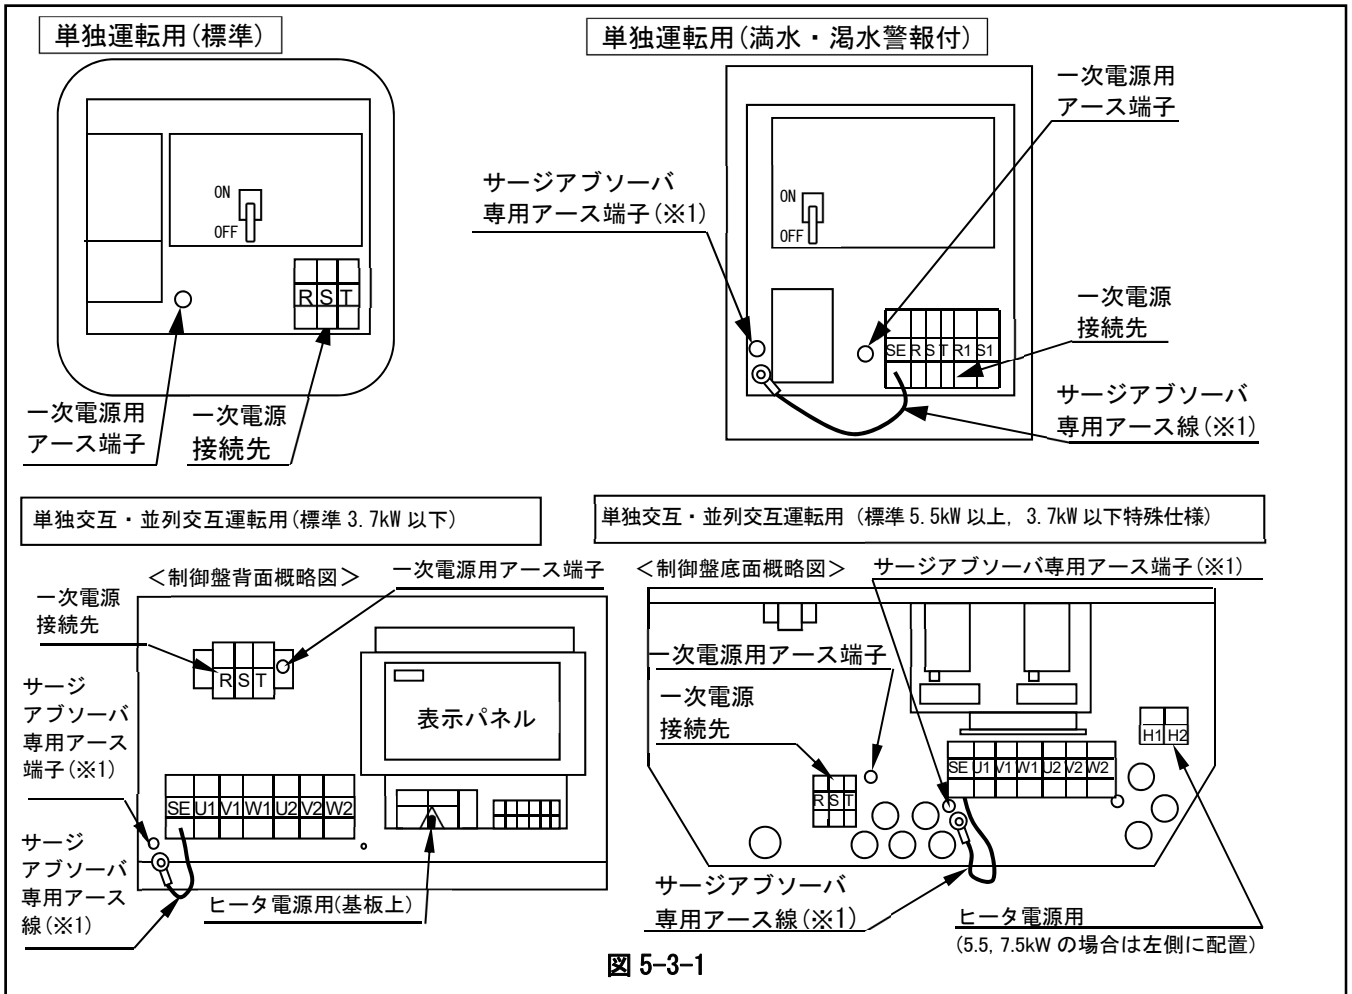
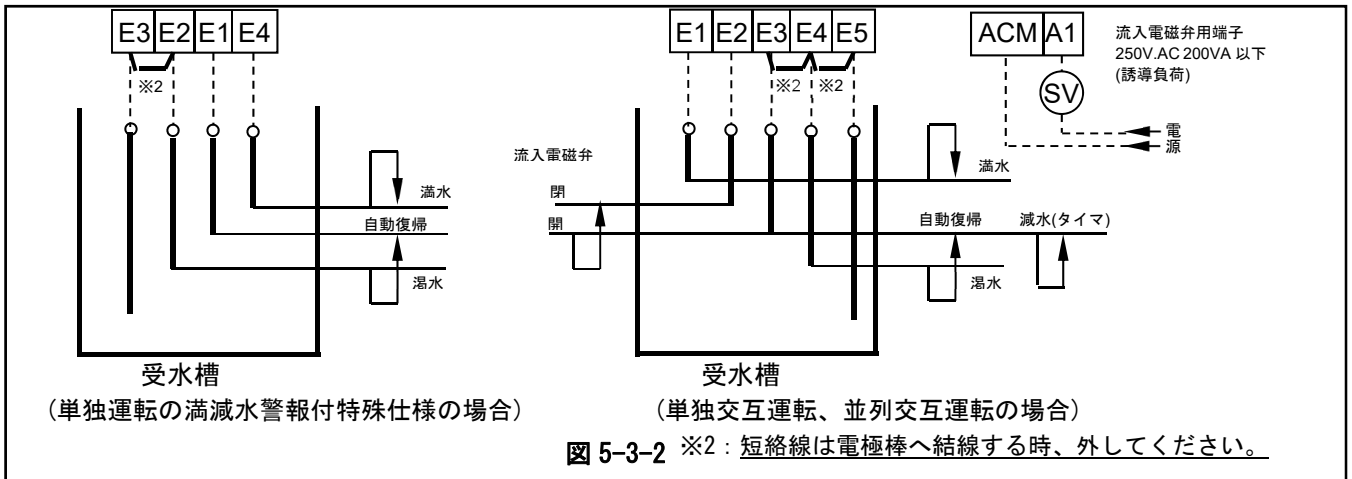

図 5-3-1
図 5-3-2 ※2: 短絡線は電極棒へ結線する時、外してください。
- (1) この給水装置は、主要部品（電動機、フロースイッチ、圧力センサまたは圧カスイッチ）の電気配線は行っていますが、一次電源は配線してありませんので、本項内の図、または制御盤内の結線図に従って行ってください。
- (2) 一次電源の配線の際は、一次電源のアース線を一次電源用アース端子に接続してください。単相機種及び三相0.4~1.1kW機種については、サーミアブソーバ専用アース線を、専用のアース端子に接続してください(次頁図 5-3-1※1)。電源端子台付近に結束バンド固定具が取り付けられている場合は、結束バンドを用いて、配線を強固に固定してください。
- (3) この給水装置は、一次電源側に開閉器(配線用遮断器又は漏電遮断器)が入っておりませんので、必ず取付けてください。
- (4) 開閉器を入れる前に次の点を調べてください。
- ① 遮断器（ヒューズ）は適切なものが入っているか。
- ② 配線は、間違いないか。
- ③ 接地（アース）は、確実に施工してあるか。
- ④ 電動機端子が、1本でも緩んだり、外れたりしていないか。緩んだり、外れた状態で運転されると欠相運転となり、電動機は焼損しますのでご注意ください。
- (5) 配線の際には、盤内端子接続部に引っ張りや無理な力がかからないよう対策してください。
- (6) 単独交互運転、並列交互運転の場合、及び単独運転の満減水警報付（特殊仕様）の場合、ポンプ空転防止のため、制御盤内に液面キットを内蔵してありますので、受水槽の電極との接続が可能です。配線は図 5-3-2 のように行ってください。また、単独交互運転、並列交互運転の場合、電極を 5 極にすることにより、流入電磁弁の開閉を行うことができます。流入電磁弁用端子を使用する時は、通電で「開」の電磁弁をご使用ください。ただし、流入電磁弁用端子は無電圧となっていますので電源をご用意ください。流入電磁弁を使用しない場合は、E 2 電極は不要です。
- (7) 現地で制御盤に進相コンデンサ (SC) を付けることはできません。別途、特殊仕様盤にて対応しております。
- (8) 当社の銘板がついている電動機は、電圧は定格電圧の±5%以内、電源周波数変動は±2%、電圧と周波数の両方の変化の絶対値の和が 5%以内まで差し支えないようになっていますが、その範囲を超えてのご使用は故障の原因となりますのでご使用しないでください。